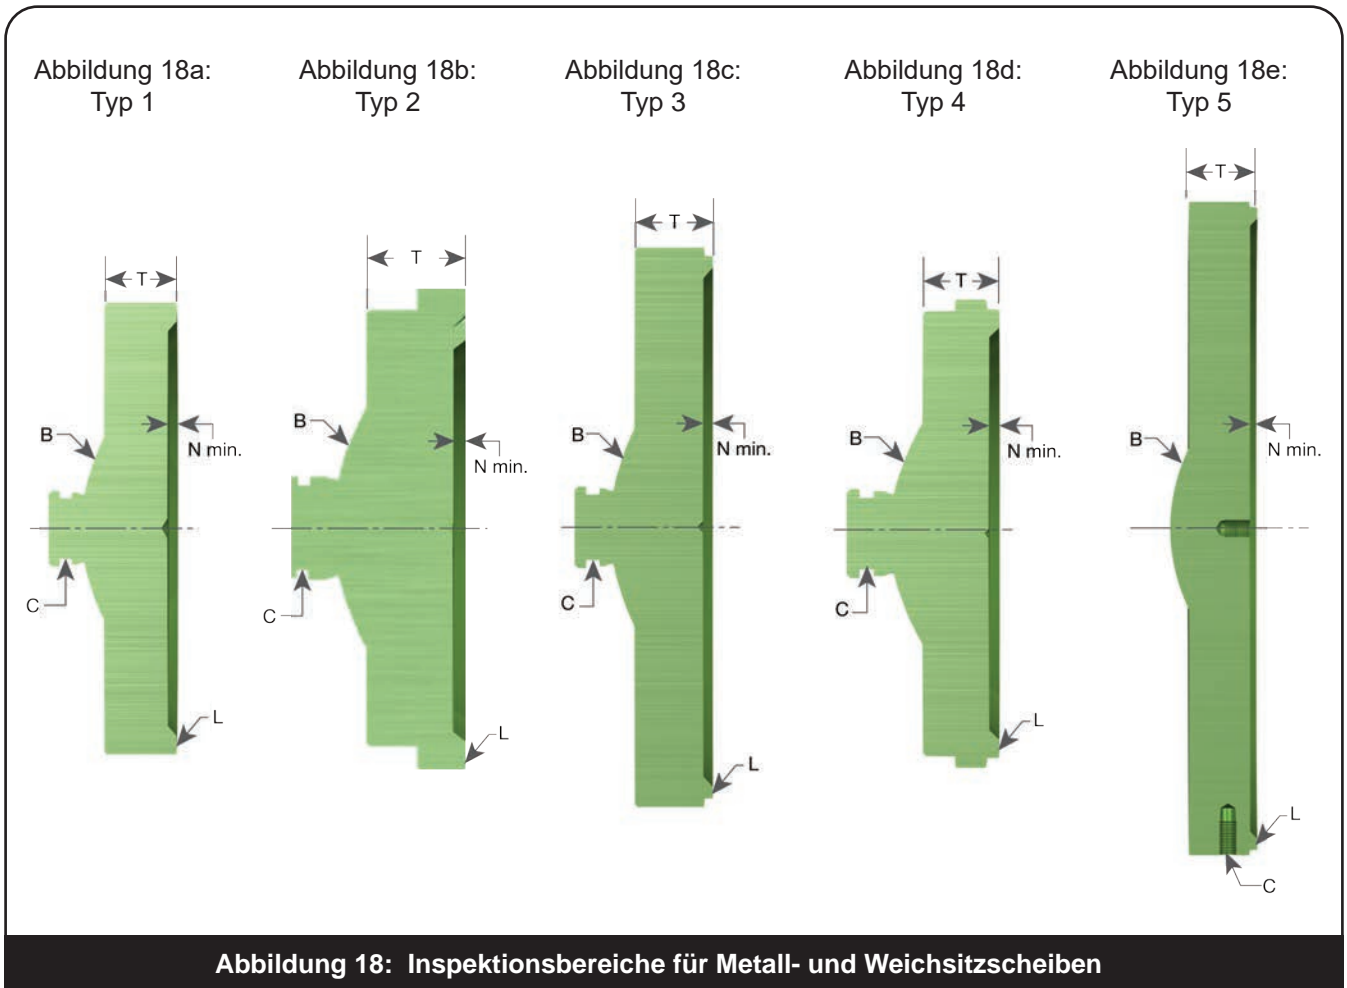

Abbildung 18: Inspektionsbereiche für Metall- und Weichsitzscheiben
- Entsorgen Sie die Ventildichtung, wenn das Mindestmaß N oder T (Abbildung 18, Tabelle 5) erreicht ist. Stellen Sie die Oberfläche C nicht wieder her.
7. Standard-Scheibe mit Metallsitz: Diese Scheibe (Abbildung 18) kann bearbeitet werden, bis das Maß T auf das Minimum reduziert ist wie in Tabelle 5 aufgeführt. Das Maß N min. muss ebenfalls eingehalten werden.